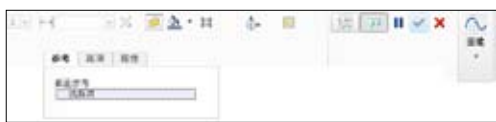
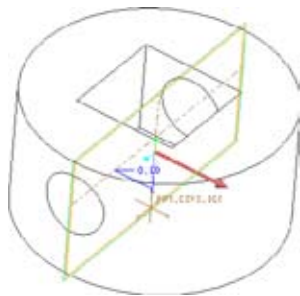

图3-75 【截面】对话框
图3-76 创建截面
- 02 单击【视图】选项卡中的【截面】按钮，系统弹出【截面】对话框，如图3-75所示。选择RIGHT基准平面为参考截面平面，单击【预览而不剪切】按钮，单击【确定】按钮，创建截面XSEC0001，如图3-76所示。